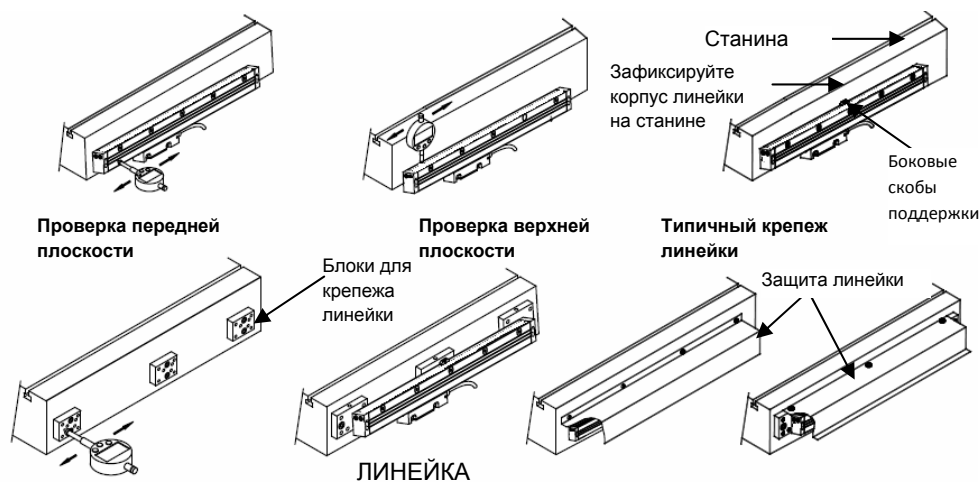

Рисунок 5
- Если поверхность станины ровная (в пределах 0.1мм/м), тогда линейку можно крепить непосредственно к станине. Убедитесь в соблюдении параллельности на всей длине линейки, как рекомендуется в инструкции с помощью индикатора. См. Рисунок 5.
- Убедитесь, что прилагаемая защита надежно установлена и защищает линейку с декодером по всей длине для обеспечения максимальной надежности системы. См. Рисунок 5.